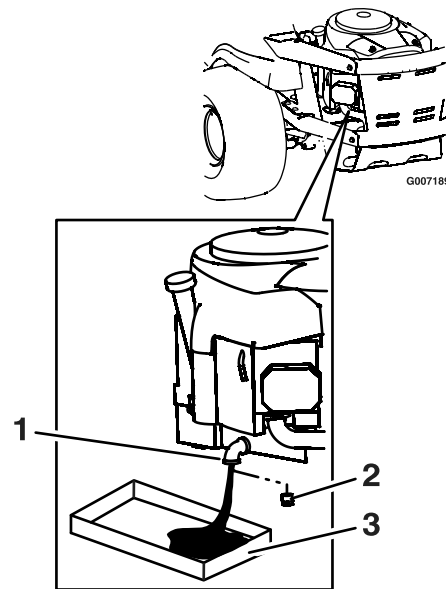

Figure 27
6. Enlevez le bouchon de vidange d'huile (Figure 27). Enlevez le bouchon de remplissage/la jauge ().